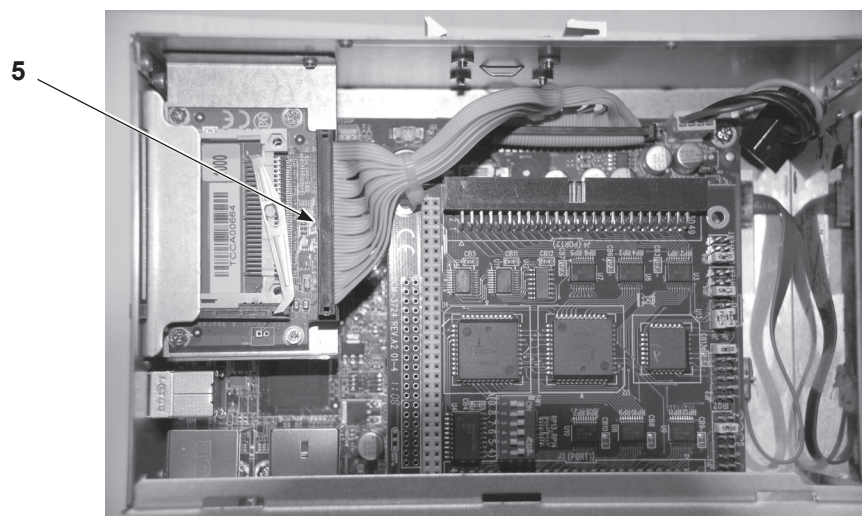

Figure 5-8 Déconnexion de l'adaptateur CompactFlash
4. Voir la Figure 5-8. Débrancher le câble en nappe (5) de l'adaptateur CompactFlash pour pouvoir accéder à la pile.